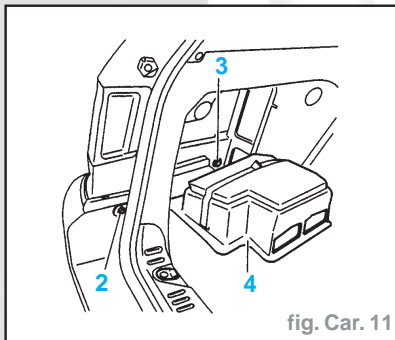

fig. Car. 11
- Déposer (de chaque côté) (fig. Car. 11) :
- le garnissage de passage de roue (4)
- les vis (2) et (3)